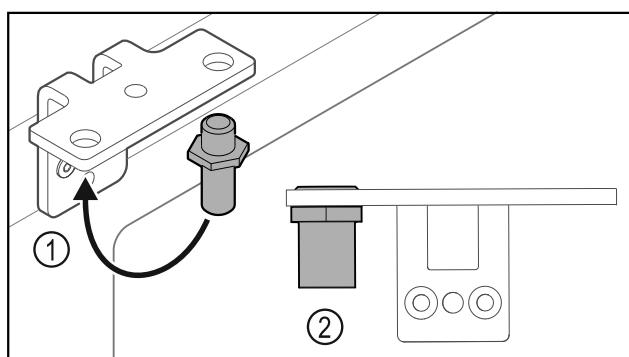

Fig. 17
- Ktheni bulonin Fig. 17 (1) në profilin e menteshës në anën tjetër.
- Shtërgoni bulonin Fig. 17 (2) me **momentin e rrotullimit prej 12 Nm**.